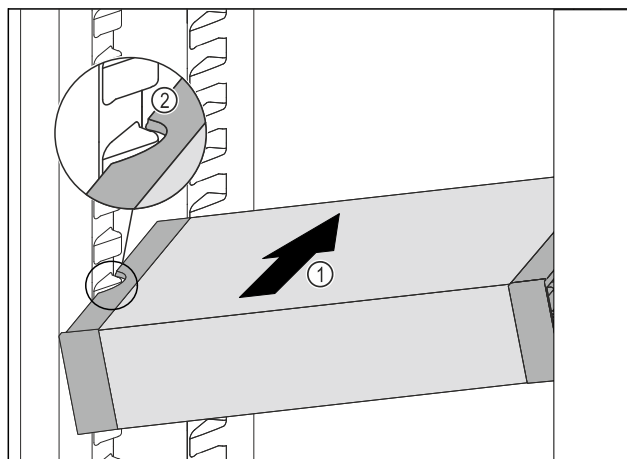

Fig. 79
- ▶ Skub VarioSafe skråt ind i kølesektionen, Fig. 79 (1) indtil udsparringerne i siden Fig. 79 (2) på VarioSafe er på niveau med beholderribben i kølesektionen.